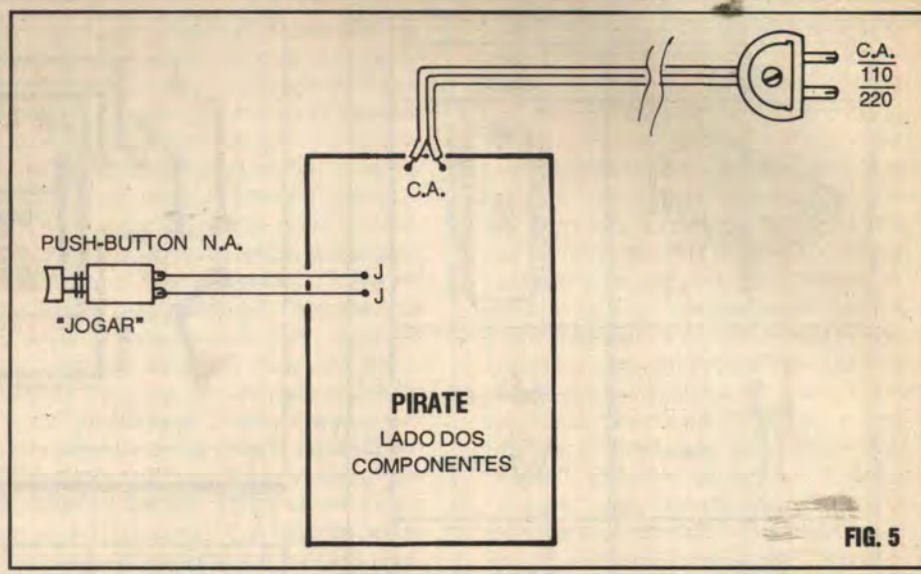

FIG. 5
**- FIG. 5 - CONEXÕES EXTERNAS À PLACA** - Resumindo-se às ligações do cabo de força ("rabicho") e aos terminais do *push-button*, as poucas (e *não polarizadas*, portanto sem problemas de identificação...) conexões externas à placa (esta ainda vista pela sua face não cobreada, como na figura anterior...) são mostradas no diagrama... Notem que embora os terminais do interruptor de pressão sejam